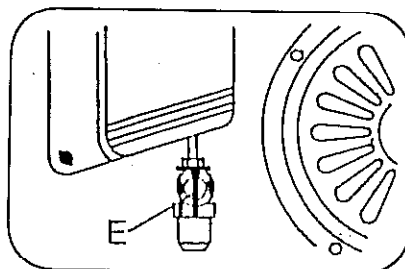

fig. 8
La llave de paso (E) está situada bajo el filtro de aire (fig. 8) y tiene 2 posiciones: